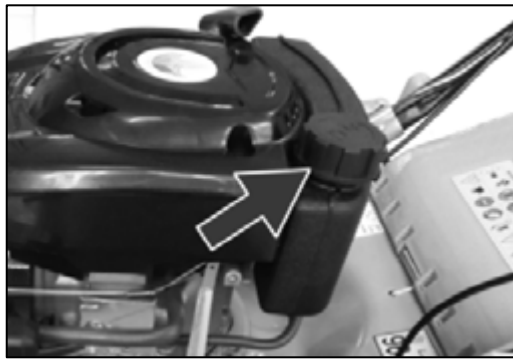

Рис..9
– Отвинтите крышку бака и снимите ее (Рис. 9)